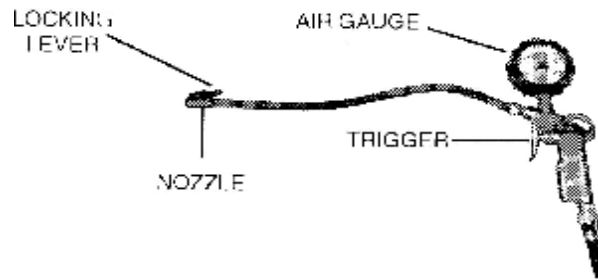

Рис.4
5) Нажмите на спусковой крючок на пистолете накачки для выпуска воздуха из наконечника (рис.4).
2) Чтобы накачать шину, вставьте наконечник пистолета для накачки (см. рис.4) в сосок шины при положении запирающего рычажка «UP» («вверх»). Убедитесь, что сопло плотно обхватывает сосок.